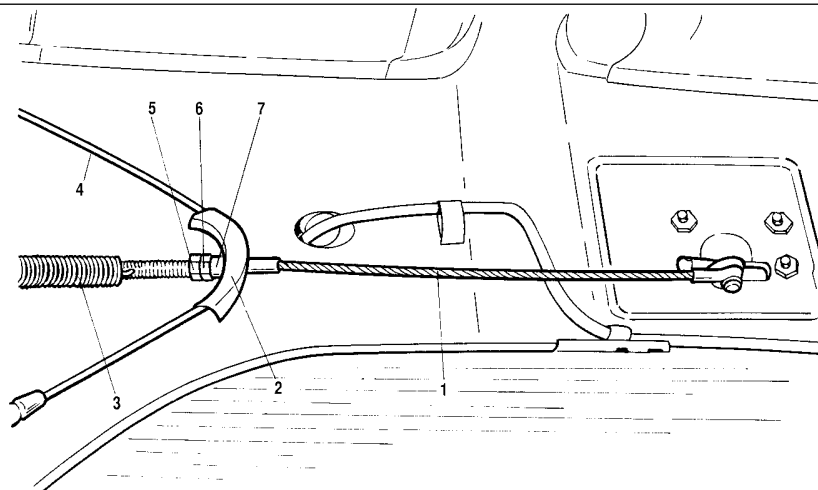

Fig. 6-4. Commande de frein de parcage:
- desserrer le contre-écrou 5 (fig. 6-4) et en pivotant l'écrou de réglage 6, tendre le câble 1;